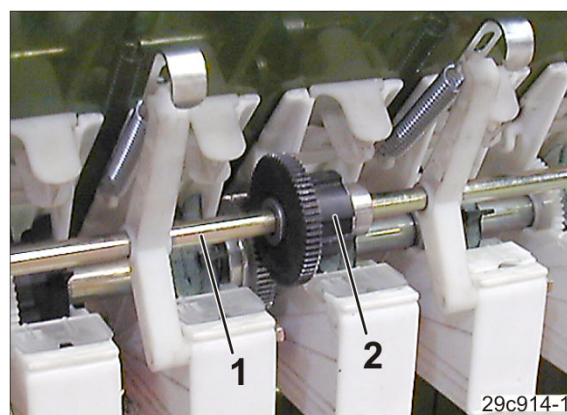

Fig. 104
Die Vorgelegewelle (Fig. 104/1) wird über eine Kupplung (Fig. 104/2) von der Säwelle angetrieben.
Die Vorgelegewellenkupplung (Fig. 104/2) kann betätigt werden
- wird die Kupplung (Fig. 104/2) betätigt
- bleibt die Vorgelegewelle (Fig. 104/1), die die Fahrgassensäräder antreibt, stehen